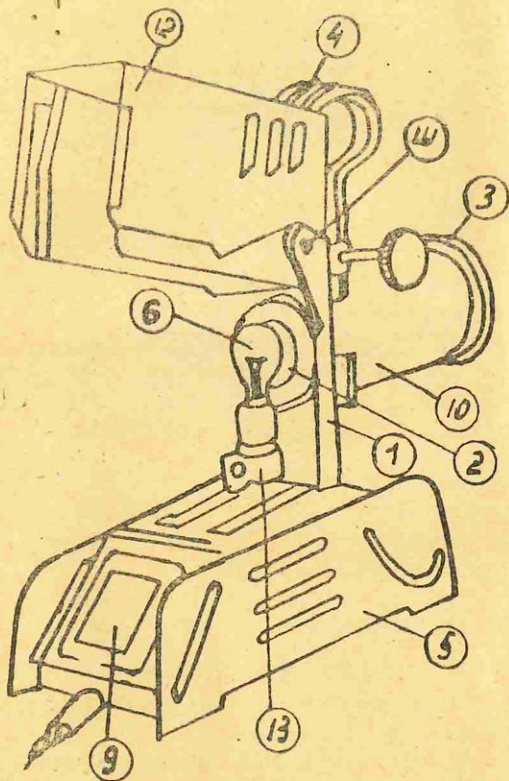

Рис. 2.
5. Лампочка 6 вольт, 15 свечей одноконтатная (6) (рис. 2), вставленная в патрон «Сван» и укрепленная посредством хомутика (13), приваренного к стойке корпуса (1). К аппарату прилагается одна запасная лампочка.
6. Подвижная часть корпуса (12) (рис. 2), которую можно удобно открывать, вращая вокруг шарнира (III) для установки лампочки и для удаления пыли с поверхности линзы конденсора.